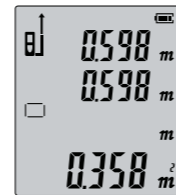

Рис. 1
• Измерьте первую площадь, как показано на **Рис. 1**.